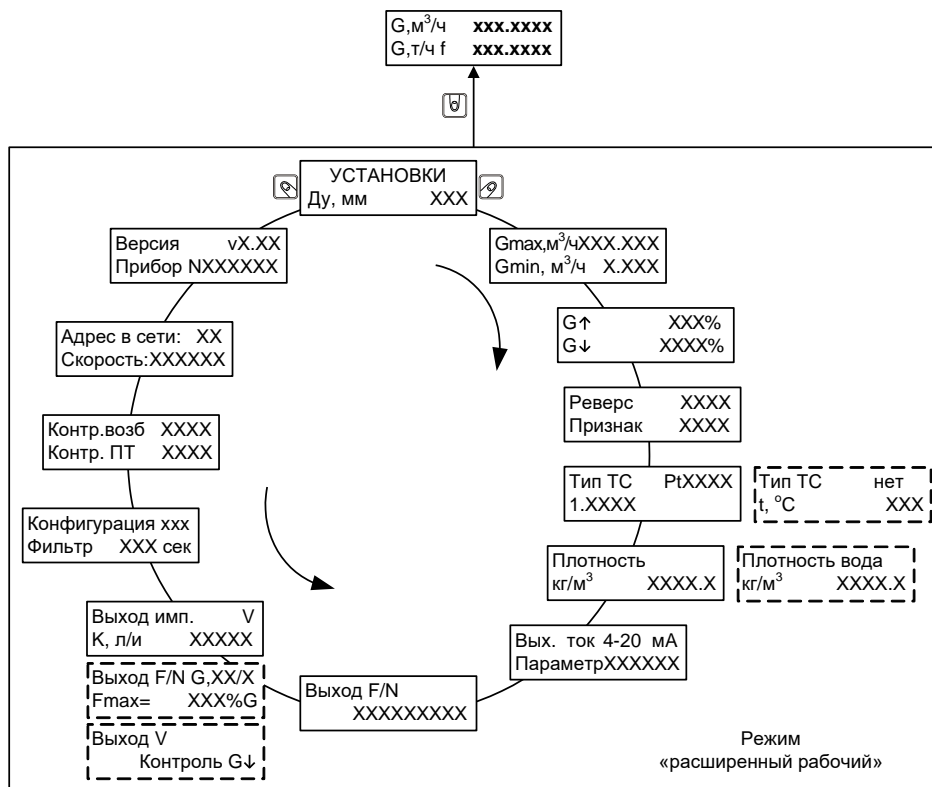

Рис. 9.2
9.2.2 Порядок перехода между окнами меню режима «Расширенный рабочий» и «Служебный» изображен на рис. 9.2.